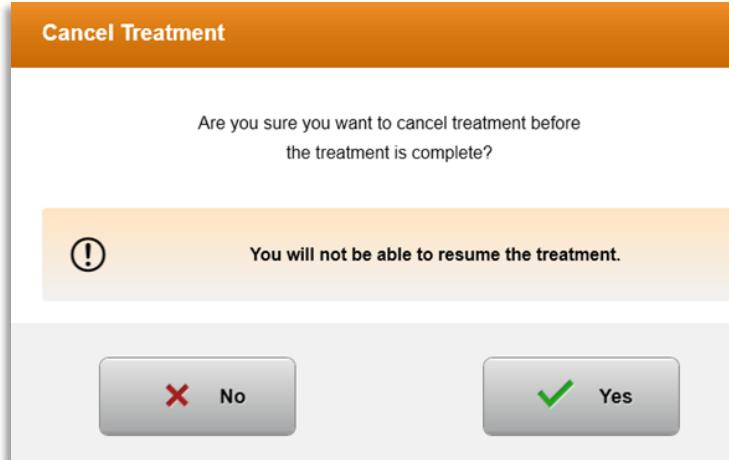

Bild 3-28. Bekräfta avbrott av halvfärdig behandling
- Ett varningsmeddelande i en popup-ruta visas när du väljer ”Avbryt behandling” (Cancel treatment) mitt i behandlingen, vilket bild 3-28 visar.